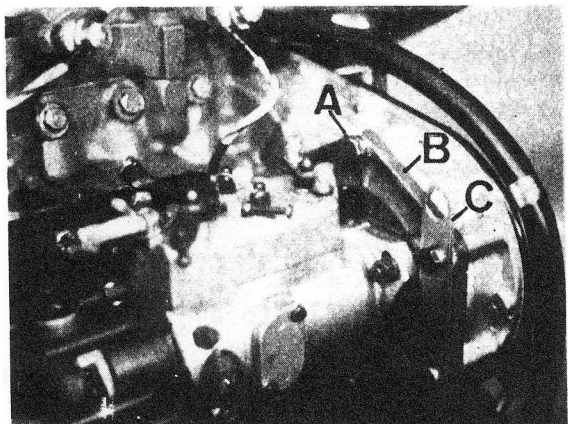

Fig. A3-28 Desmontaje de la bomba inyectora
- 1.7. Desmontar los seis tornillos, A (Fig. A3-28) que fijan la tapa intermedia, B, de la bomba inyectora y extraer en conjunto la bomba, la tapa y el engranaje de accionamiento de la bomba.